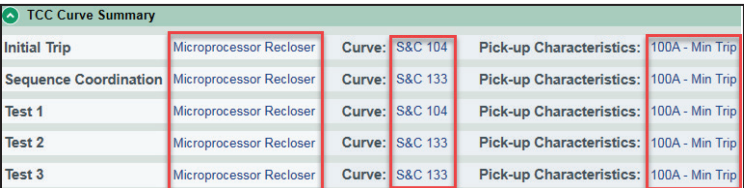

Figura 110. Las columnas para los dispositivos emulados, las curvas y las características de activación.
- **Emulated Device (Dispositivo Emulado).** El tipo de dispositivo que la curva está emulando. Despliega ya sea Microprocessor Recloser (Reconectador Microprocesador), Fuse Link (Eslabón Fusible) o Hydraulic Recloser (Reconectador Hidráulico). Ver la Figura 110.